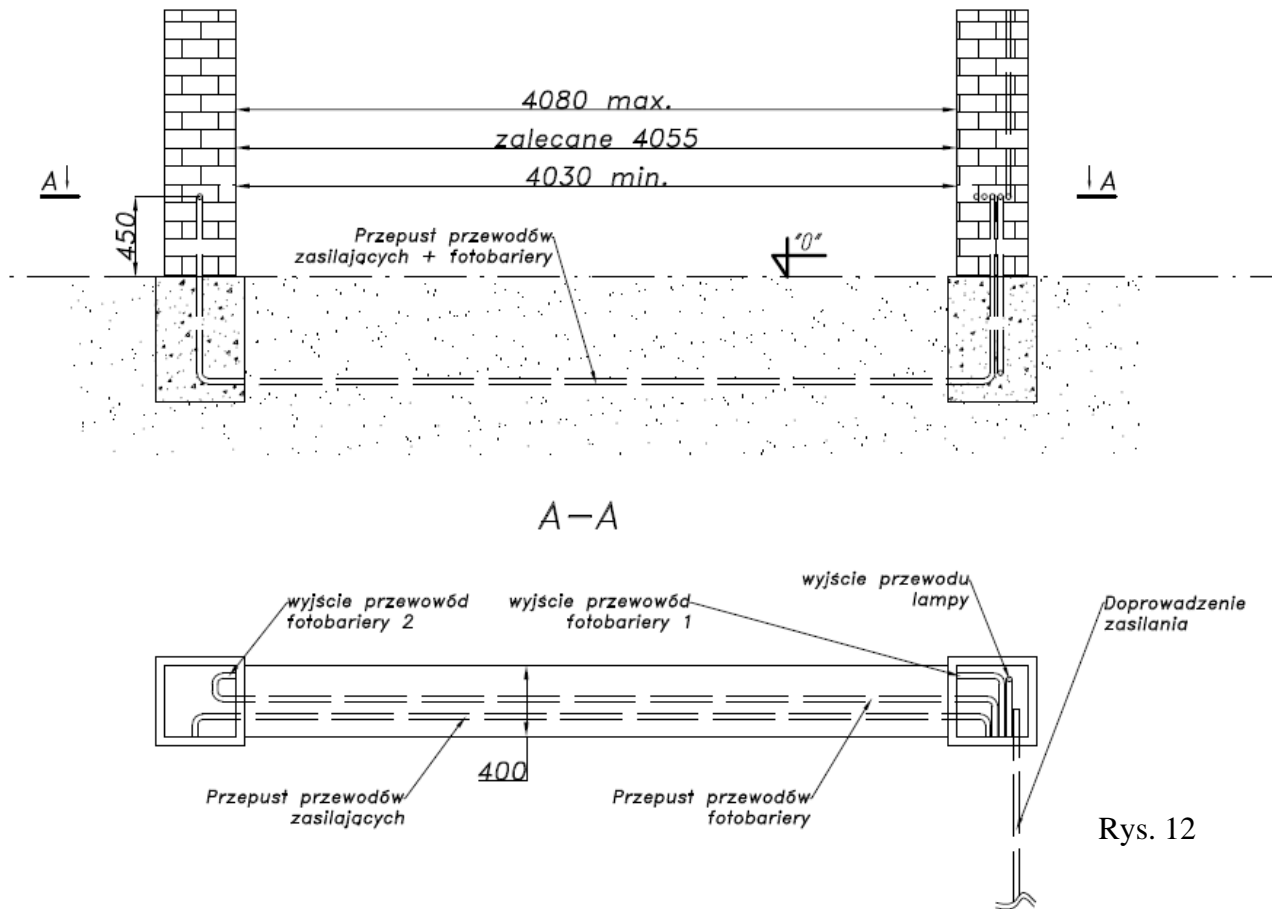

Rys. 11
1. *Brama dwuskrzydłowa TRENTO (Rys. 11) przystosowana do montażu na słupach betonowych, składają się z:*